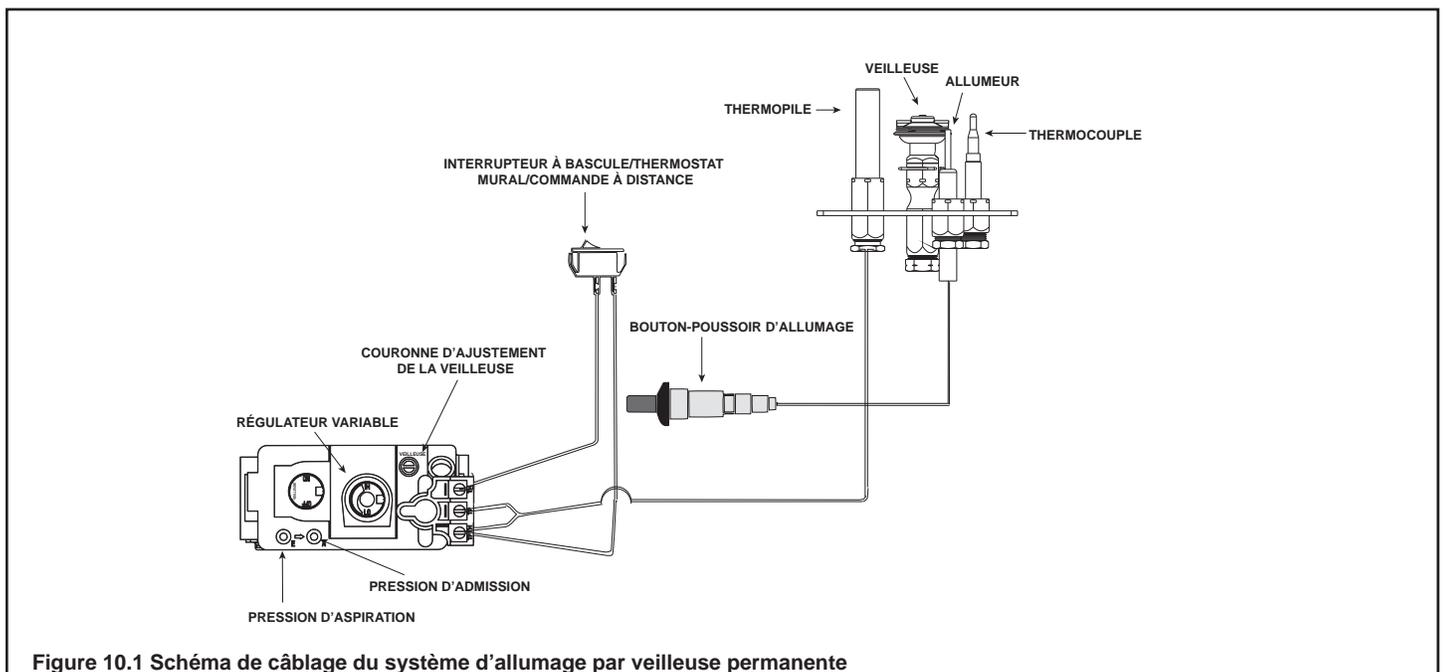

Figure 10.1 Schéma de câblage du système d'allumage par veilleuse permanente
- Un interrupteur mural supplémentaire, un thermostat, ou une télécommande peuvent être ajoutés au système si vous le désirez ainsi que le montre la figure 10.1).